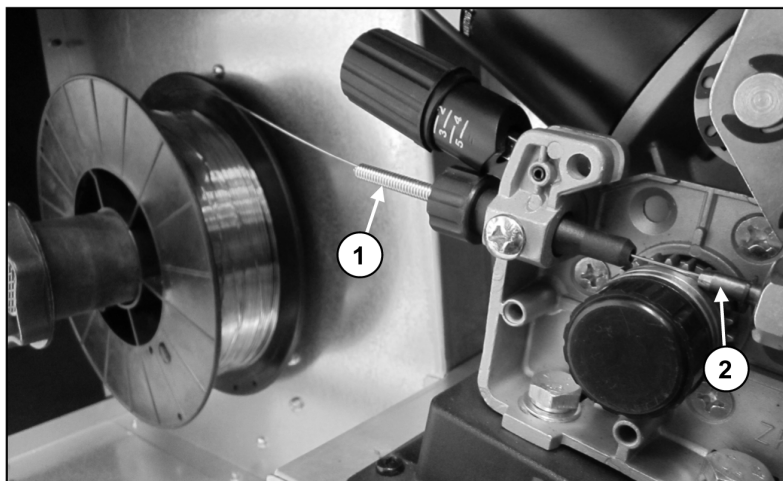

Рис. 9
5. Бокорезами откусите изогнутый кончик проволоки. Вставьте конец проволоки в приемный канал механизма протяжки проволоки, протащите проволоку через ролик и вставьте в приемный канал горелки примерно на 15 см. (рис. 9).